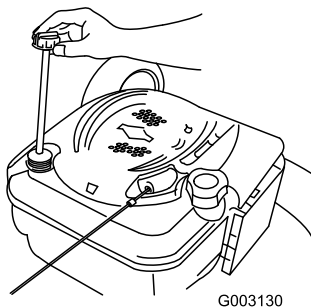

Figure 34
6. Retirez la jauge de niveau du tube de remplissage (Figure 34).